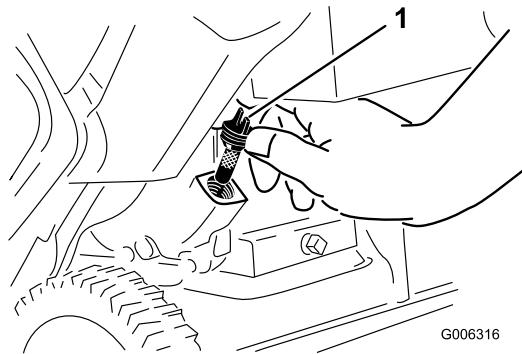

Figure 30
- 7. Dévissez et retirez le bouchon de remplissage (Figure 30).
6. Nettoyez la surface autour du bouchon de remplissage (Figure 30).